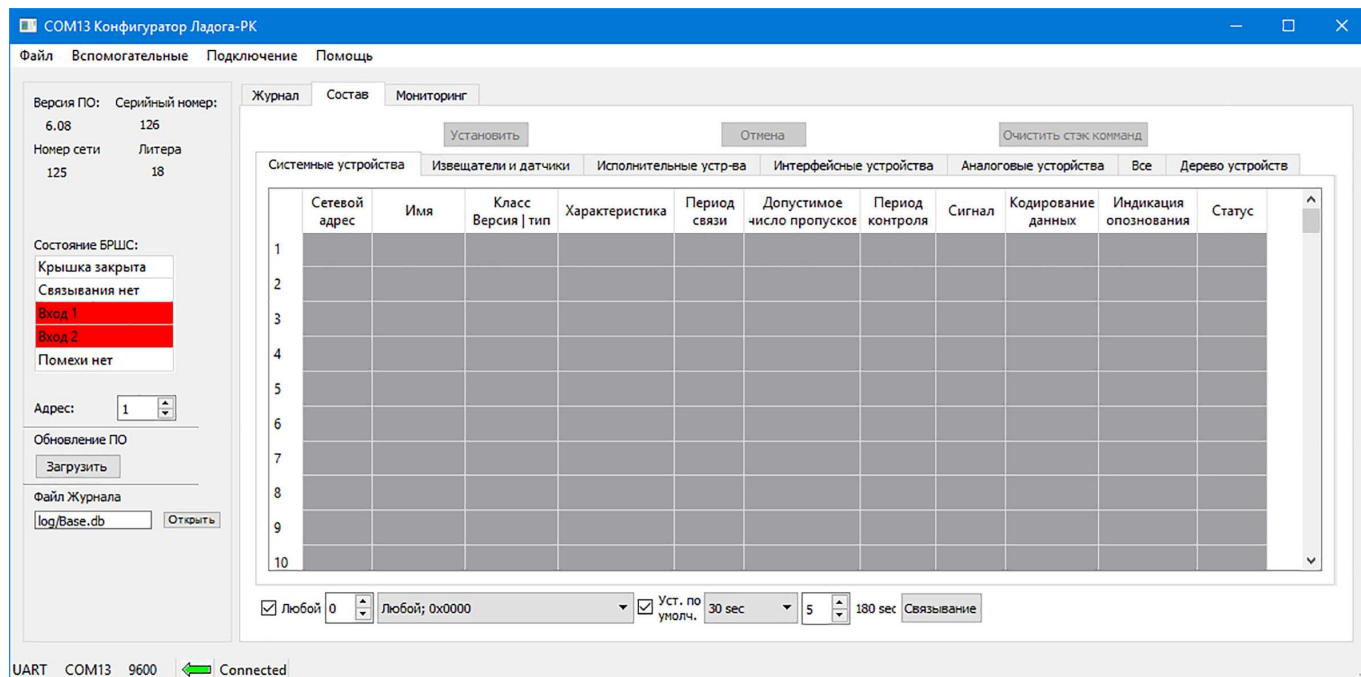

Рисунок 15
3.3.2 После нажатия «ОК» в окне «Выбор соединения», на экране ПЭВМ появится основное окно конфигуратора Ладога-РК (рисунок 15).